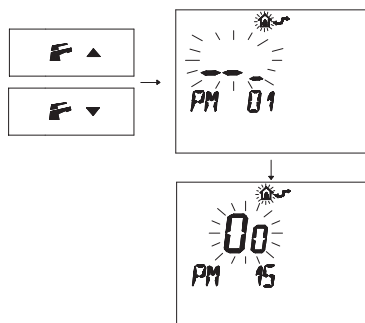

Figura 5.41
- Premere i pulsanti o per visualizzare la programmazione "PM15" abilitazione della sonda esterna (Figura 5.41).